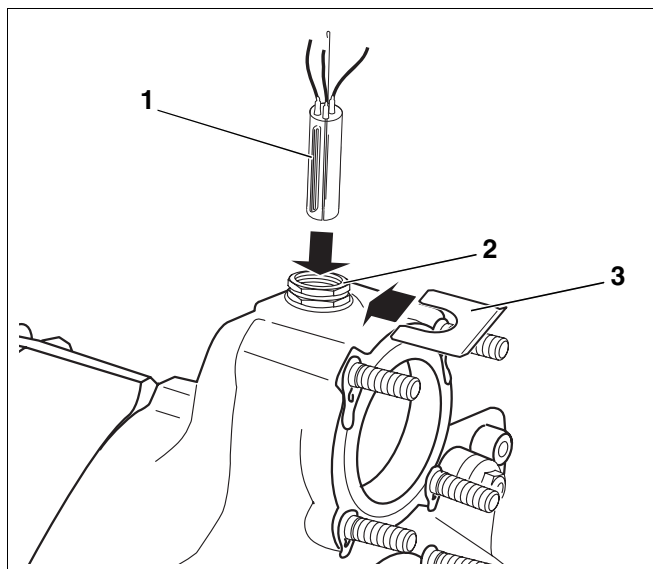

Рис. 45 Установка связки датчиков
Связка датчиков, подключенных к системе управления (три датчика, одна заглушка рис. 45, поз. 1), утапливается в гильзу R3/4".
- Проложить капиллярные трубки датчиков к месту измерения в котле, там вставить датчики в гильзу (рис. 45, поз. 2) и закрепить, установив фиксатор (рис. 45, поз. 3).